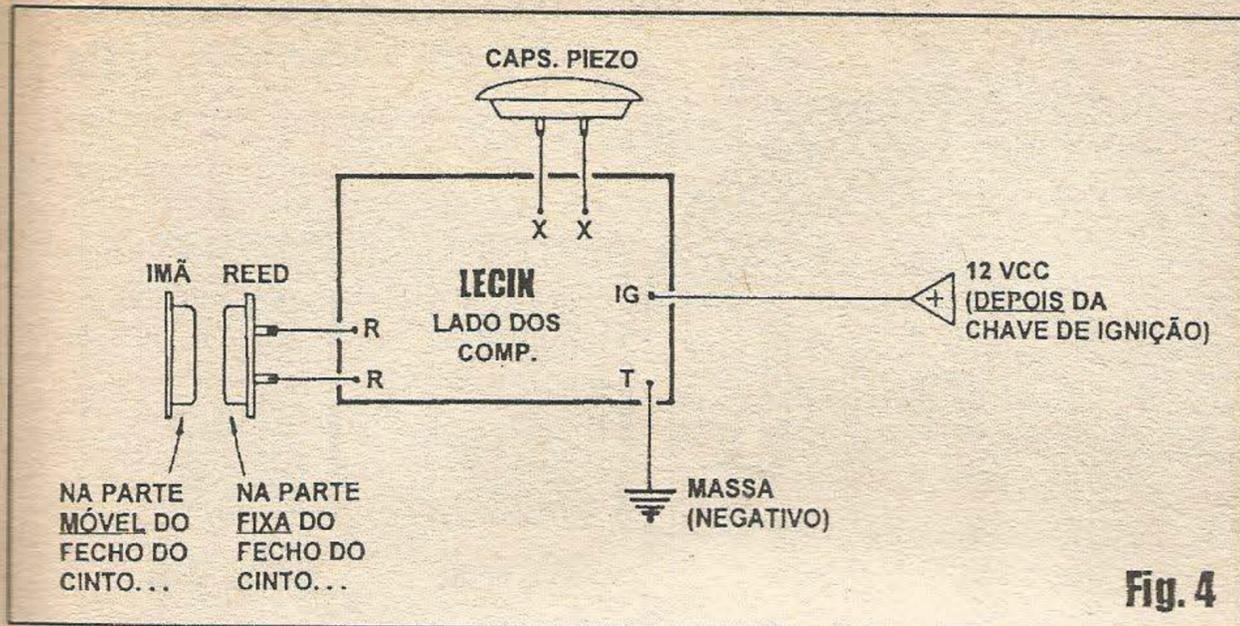

Fig. 4
- FIG. 4 - **CONEXÕES EXTERNAS À PLACA** - Na figura anterior víamos alguns pontos próximos às bordas da plaquinha, codificados por letras, porém *aparentemente não aproveitados*... Destinam-se eles às conexões externas, agora demonstradas: os pontos X-X devem ser ligados (por pedacinhos curtos de fio isolado) aos terminais da cápsula piezo; o ponto T deve ser encaminhado (de preferência por fio **preto**, para manter o código convencional de polaridade...) à *terra*, massa do veículo ou **negativo** da alimentação geral; o ponto IG destina-se à ligação (via fio **vermelho**, sugerimos...) - esta feita com cabinho isolado mais longo - à chave de ignição... Finalmente, aos pontos R-R devem ser ligados os dois terminais do REED encapsulado (ou diretamente - VEJAM PRÓXIMAS FIGURAS - ou através de pedacinhos curtos de cabinho isolado...). Por razões de lógica mecânica da própria acomodação da placa no *container*, algumas das mostradas ligações devem ser feitas já com o impresso *semi-posicionado* no seu lugar definitivo... O bom senso dirá, quando isso se mostrar necessário (de qualquer modo, uma ferramenta essencial à bancada de todo verdadeiro hobysta, é o bom e velho *sugador de solda*, para eventualmente *desfazer* conexões, permitindo o re-arranjo da cabagem de modo mais lógico e confortável...).